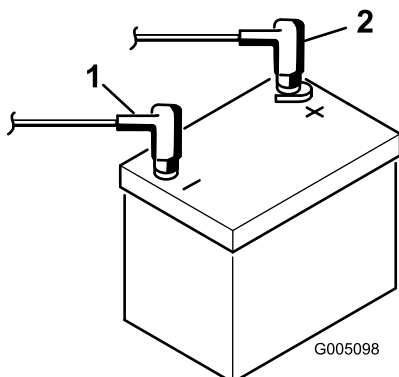

Figura 4
7. Collegate il cavo positivo (rosso) al terminale positivo (+) e il cavo negativo (nero) al terminale negativo (-) della batteria e fissateli con i bulloni e i dadi (Figura 4). Verificate che il morsetto positivo (+) sia completamente sul polo, e che il cavo sia posizionato in modo aderente alla batteria. Il cavo non deve toccare il coperchio della batteria.